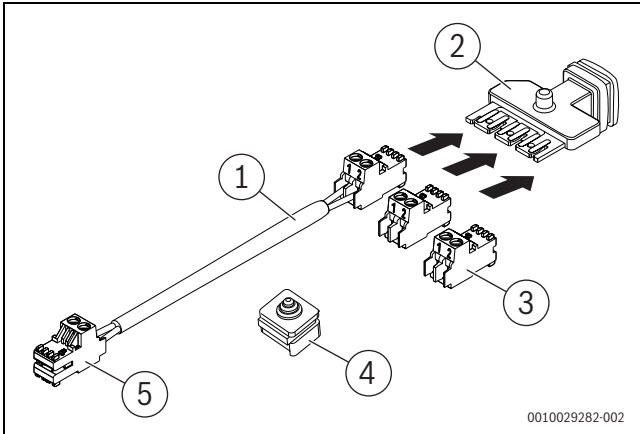

Bild 133 Lieferumfang Zubehör CS 37
- ▶ Kabel (→ Bild 133, [1]) mit Stecker an die EMS-BUS-Leiste (→ Bild 133, [2]) stecken.
- ▶ Beide Stecker (→ Bild 133, [3]) auf die Steckplätze der EMS-BUS-Leiste (→ Bild 133, [2]) stecken.
- ▶ EMS-BUS-Leiste (→ Bild 133, [2]) mit den Steckern nach unten in die Öffnung für die Kabeldurchführungen einsetzen.
- ▶ Mitgelieferte Kabeldurchführung (→ Bild 133, [4]) einsetzen.